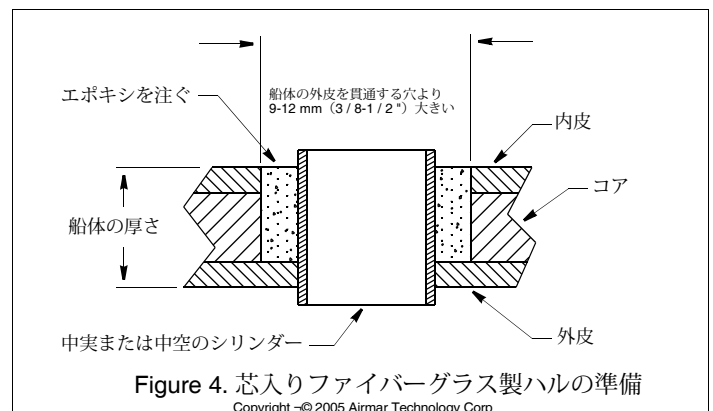

Figure 4. 芯入りファイバーグラス製ハルの準備
2. 51mmまたは2インチのホールソーを使用して、外皮のみを通して船体の外側から穴を切ります (図4)。